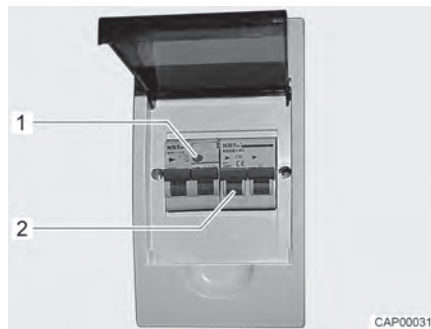

Bild 92 230-V-Sicherungskasten mit Leitungsschutzschalter und FI-Schalter
Ein Fehlerstrom-Schutzschalter (FI-Schalter) im Sicherungskasten sichert das gesamte Fahrzeug gegen Fehlerstrom (0,03 A) ab. Der nachgeschaltete Leitungsschutzschalter (10 A) (Bild 92,2) sichert das 230-V-Bordnetz ab.
- Wenn das Fahrzeug an die 230-V-Versorgung angeschlossen ist, die Prüftaste (Bild 92,1) drücken. Der Fehlerstrom-Schutzschalter muss auslösen.